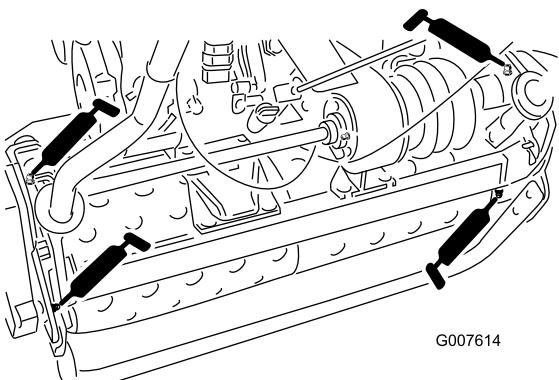

Figura 15
- 2 nos eixos do tambor (Figura 15)
- 3 no diferencial (Figura 15)